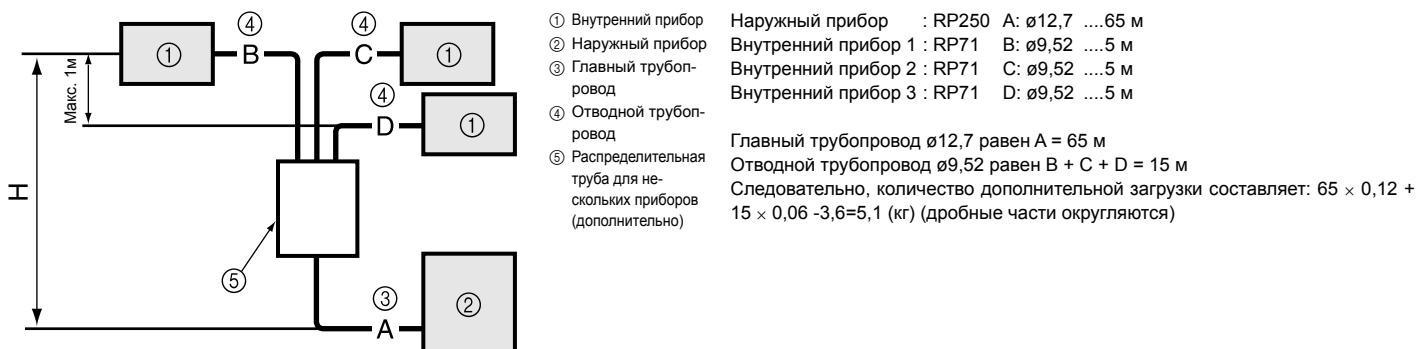

Fig. 4-8
4.6. Добавление хладагента (Fig. 4-8)